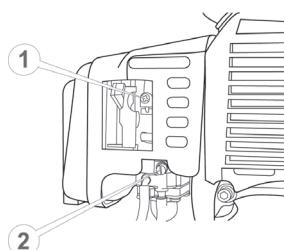

Рисунок 18. Схема розташування гвинтів регулювання карбюратора.
2. Налаштuvати карбюратор, використовуючи регулювальні гвинти по-дачі палива (2, рис. 18) та холостого ходу (1, рис. 18) у напрямку руху годинникової стрілки до упору. Не докладати зусиль під час обертання гвинтів.